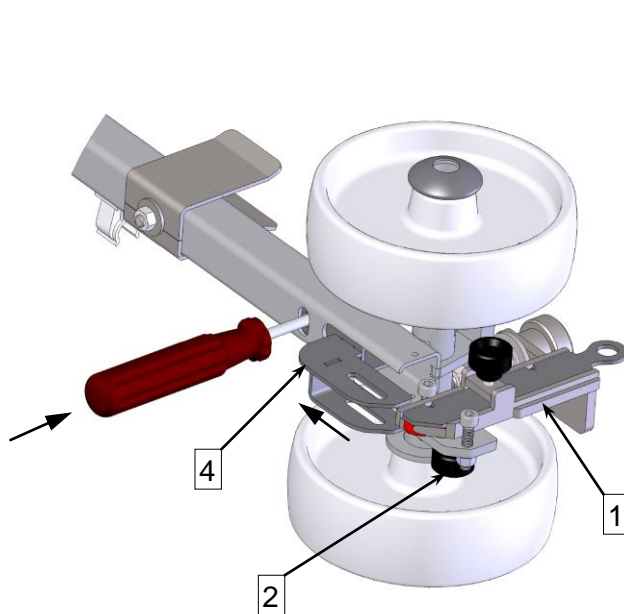

Abb. 1
- Messerschutzvorrichtung (4) spannen und z.B. mit einen Schraubendreher o.ä. in der vorgegebenen Bohrung arretieren (s. Abb. 1)
- Messeraufnahme (1) mittels der Rändelschraube (2) lösen